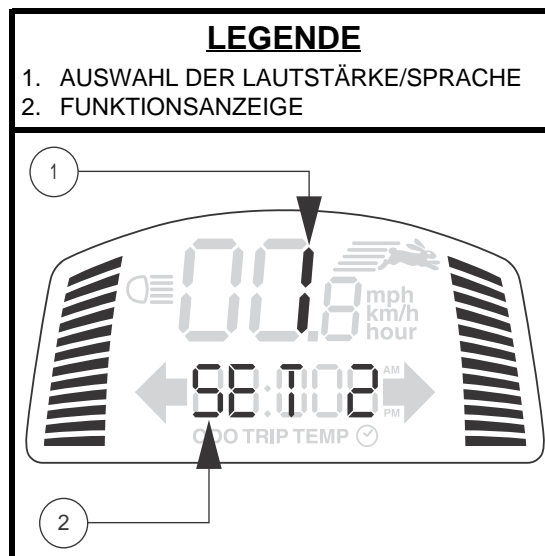

Abb. 3. Anzeige der Lautstärkeeinstellung
**HIWEIS:** Die Blinker sind so eingestellt, dass sie sich nach 15 Sekunden automatisch abschalten. Während der Blinker aktiv ist, ertönt ein Warnton. Siehe Abb. 3 für die Einstellung der Lautstärke.
**HINWEIS:** Wenn die 4-Wege-Blinker blinken, ertönt für die Dauer der eingeschalteten Warnblinker zusätzlich ein Warnton. Siehe Abb. 3 für die Einstellung der Lautstärke.
Der Ton der Warnblinker, der Hupe und der Blinker sowie die Signaltöne bei geringer Spannung und bei Fehlermeldungen können jeweils unabhängig ein- und ausgeschaltet werden. **Siehe Abb. 3.**